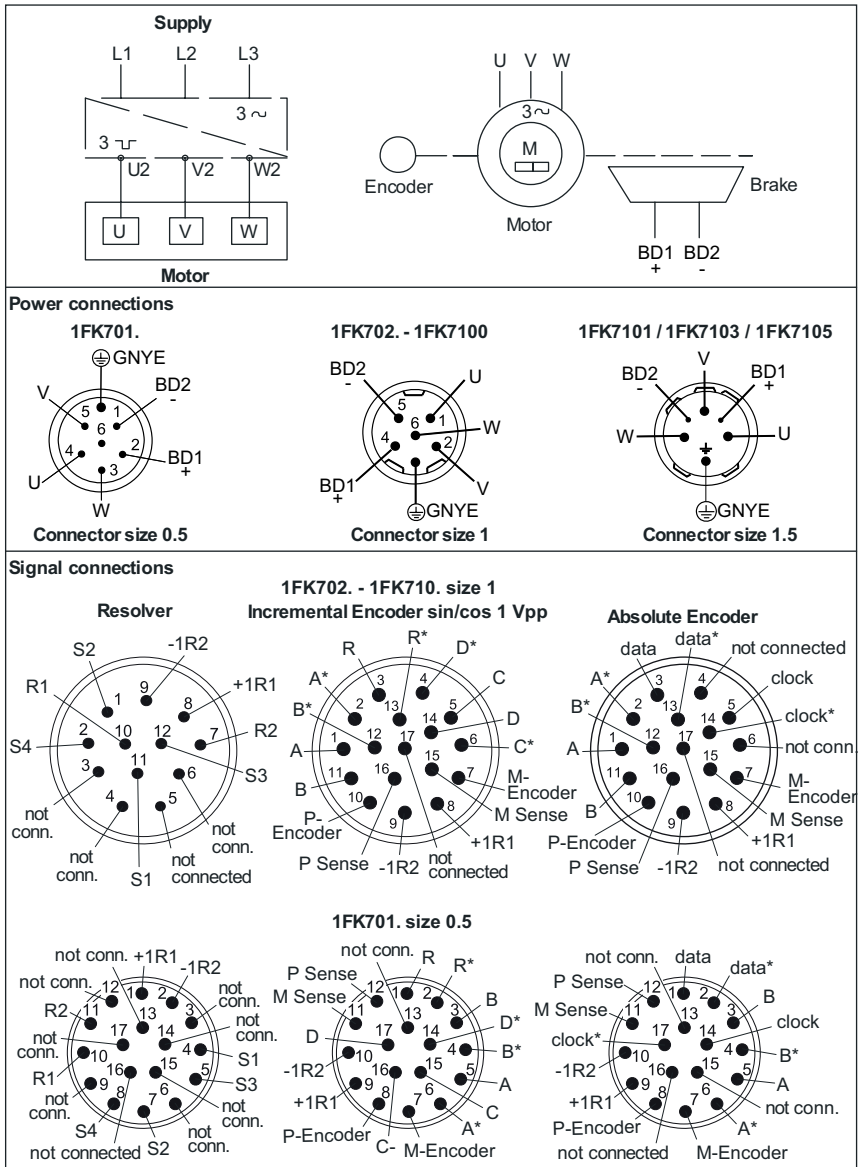

Fig. 5 Schaltungen und Pinbelegung der Stecker
- Daten des Typenschildes (Kap. 3.1) und Angaben der Schaltbilder (Fig. 5) beachten.
2. Steckerbelegung nach Fig. 5 ausführen, Schutzleiter anschließen.
3. Bremse über Leistungsstecker nach Fig. 5 anschließen. Polarität beachten.
2. Steckerbelegung nach Fig. 5 ausführen.
Dazu an Pins +BD1, -BD2 (Fig. 5) 24 V DC $\pm 10\%$ anlegen und freien Lauf des Läufers (keine Schleifgeräusche) feststellen.